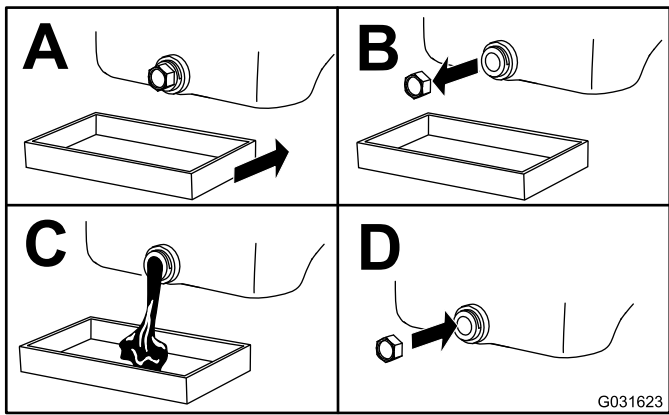

Figura 49
3. Cambiate l'olio motore come mostrato in Figura 49.